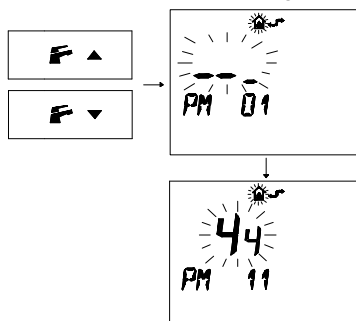

Figura 5.39
• Premere i pulsanti **F▼** o **F▲** per visualizzare la programmazione "PM11" della postcircolazione pompa (Figura 5.39).